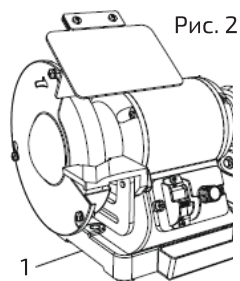

Рис. 2
Для транспортировки (рис. 2) следует пользоваться специальной опорой для рук (1) по бокам основания станка.